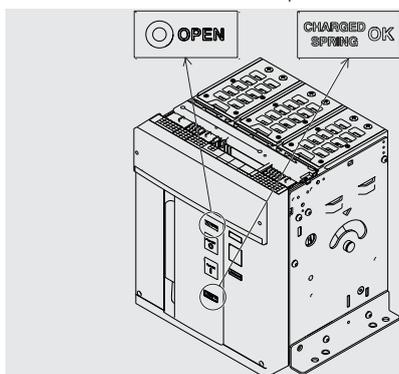

Figura 76
3. Controllare che l'interruttore sia aperto (segnalatore aperto/chiuso "O - OPEN"), e controllare che le molle siano cariche (segnalatore molle "giallo - CHARGED SPRING") come indicato in Figura 76.